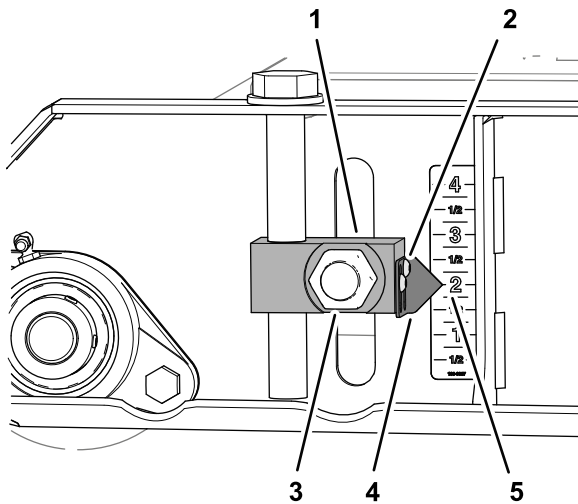
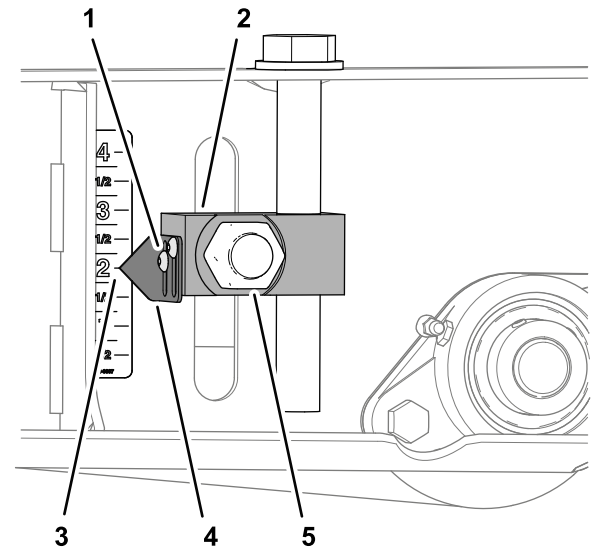

Figura 76
Figura 78
3. Afloje los 2 tornillos allen que fijan el puntero al bloque del ajustador de altura de corte, alinee el puntero hasta la marca de 2" (50 mm) de la pegatina y apriete los tornillos (Figura 76).
6. Afloje los tornillos allen que fijan los 2 punteros al bloque del ajustador de altura de corte, alinee los punteros hasta la marca de 2" (50 mm) de la pegatina y apriete los tornillos (Figura 78).
7. Apriete las 4 tuercas que fijan los 4 bloques de ajustador de altura de corte (Figura 76 y Figura 78) de los rodillos delantero y trasero a entre 322 y 396 N·m.